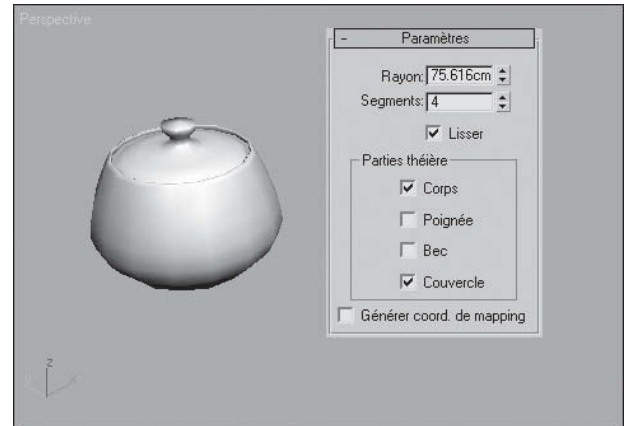

Fig.2.54
- 2] Créez une théière. La partie que vous n'avez pas désactivée apparaît. Le point de pivot reste placé au centre de la base de la théière (fig.2.54).